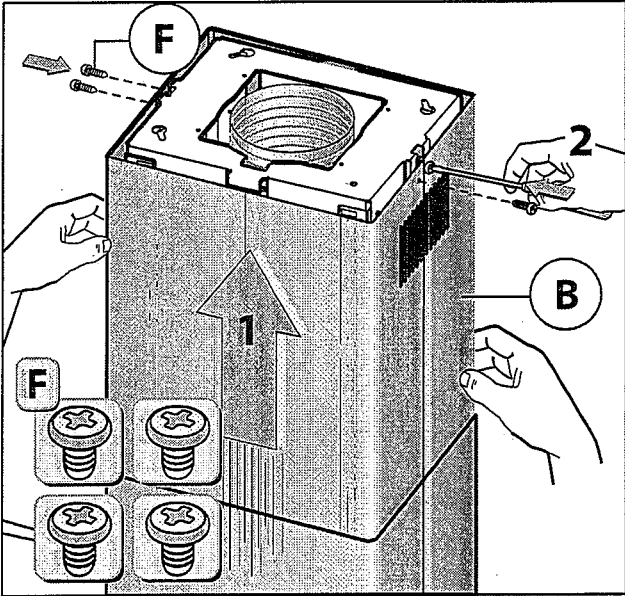

Fig.13
- Fixer le conduit supérieur **B** à la structure à l'aide des 4 vis **F** (fig.13).
- Le cas échéant, fixer de l'intérieur la cheminée inférieure à la hotte à l'aide des vis **P** (Fig.13). Pourvoir enfin à replacer les filtres dans leur logement.